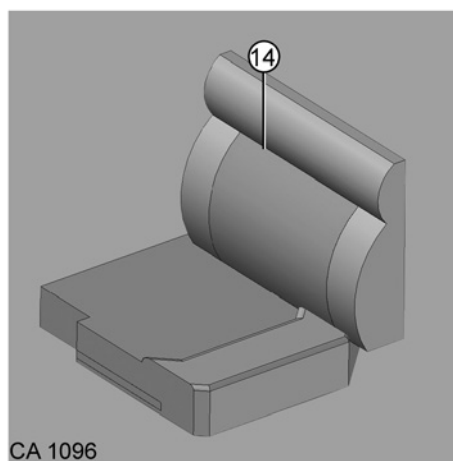

Fig. 25 Coussin d'appoint sur le modèle I
8. Sur le modèle I : Placer le coussin d'appoint (Fig. 25/14) devant le panneau dossier (Fig. 23/1).